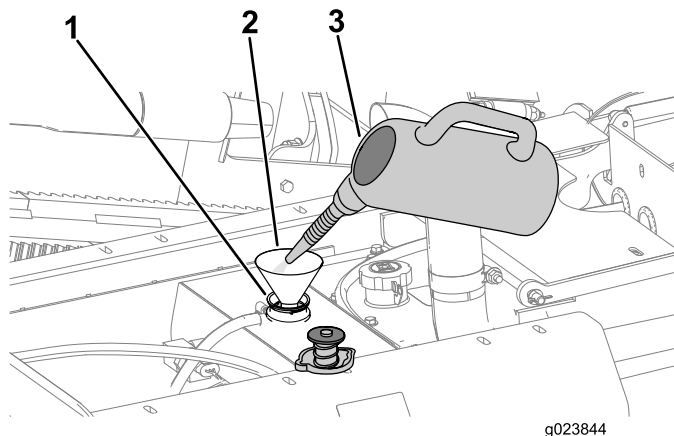

Figure 109
- B. Ajoutez une solution de nettoyage du circuit de refroidissement par le goulot du radiateur (Figure 109).